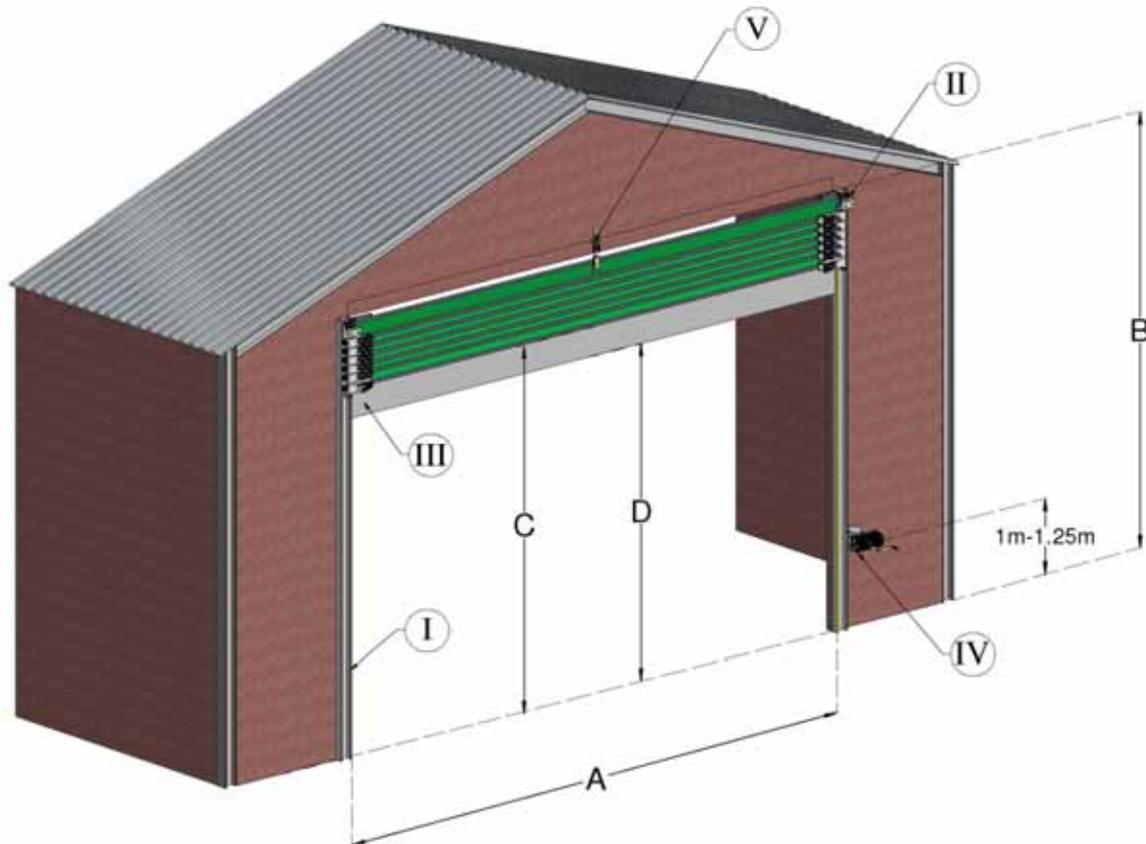

Abbildung 1a
1. Die Systeme werden so hergestellt, dass sie in die Öffnung passen. Teilen Sie bei der Bestellung daher die Breite A und die Höhe B mit. Tabelle 1 zeigt die Zufahrtshöhen. Der manuelle Antrieb kann an beiden Seiten angebracht werden. Bitte geben Sie die gewünschte Seite bei der Bestellung an. Falls kein bestimmter Wunsch mitgeteilt wird, wird ein rechtsseitiger Antrieb (wie in diesen Anweisungen gezeigt) geliefert. Abbildung 1a zeigt einen Überblick über das Produkt.